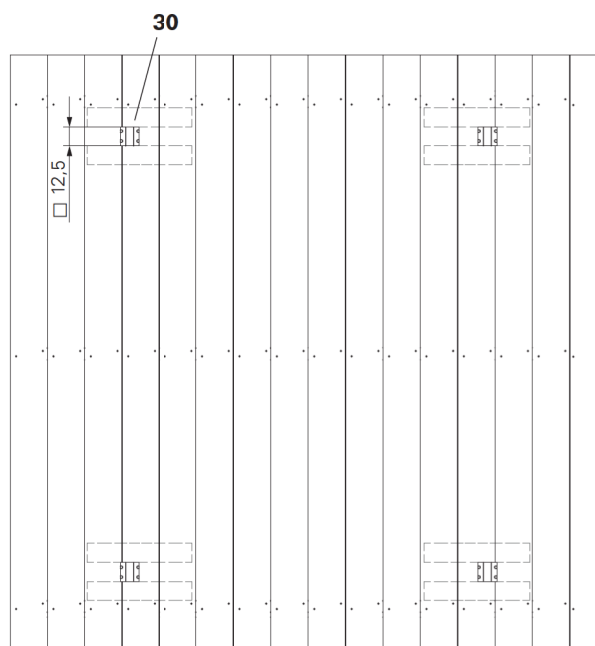

Fig. B5.07
6. Rinforzare le aperture sul lato inferiore con assi in legno 15/3 cm (**30**). (Fig. B5.07 + B5.08)